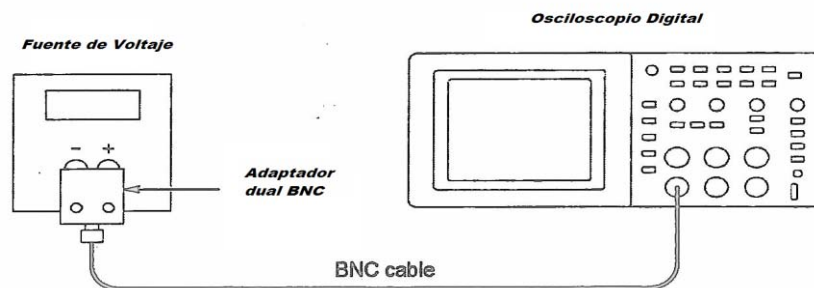

Fig.106.- Conexión del osciloscopio y fuente de poder
- Conecte el canal del osciloscopio bajo prueba a la fuente de tensión continua, como se muestra en la fig.106.